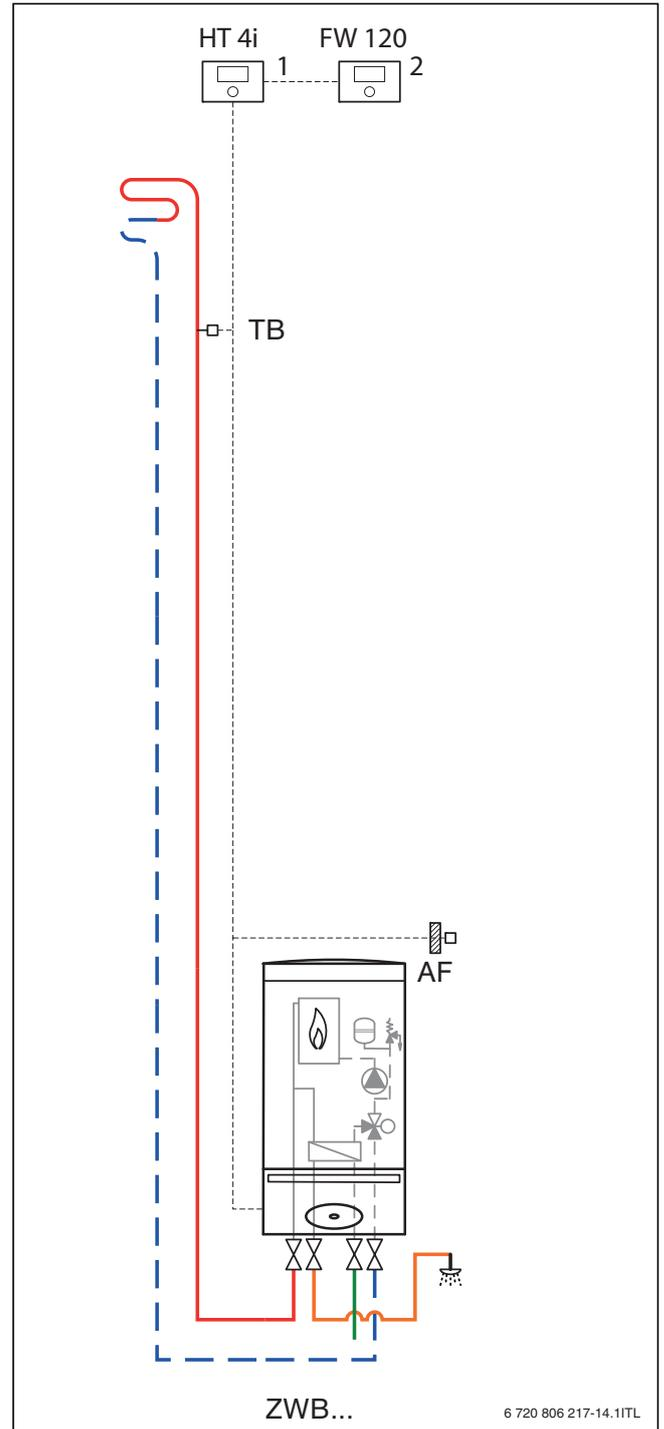

Bild 14 Beispiel mit außentemperaturgeführtem Regler FW 120 und Fußbodenheizung bis 900 l/h
- Einsatz einer hydraulischen Weiche: bei Fußbodenheizungen mit einer Wassermenge unter 900 l/h kann die hydraulische Weiche wie in Bild 14 entfallen (siehe dazu auch Merkblatt für Fußbodenheizungen 7 181 465 172).